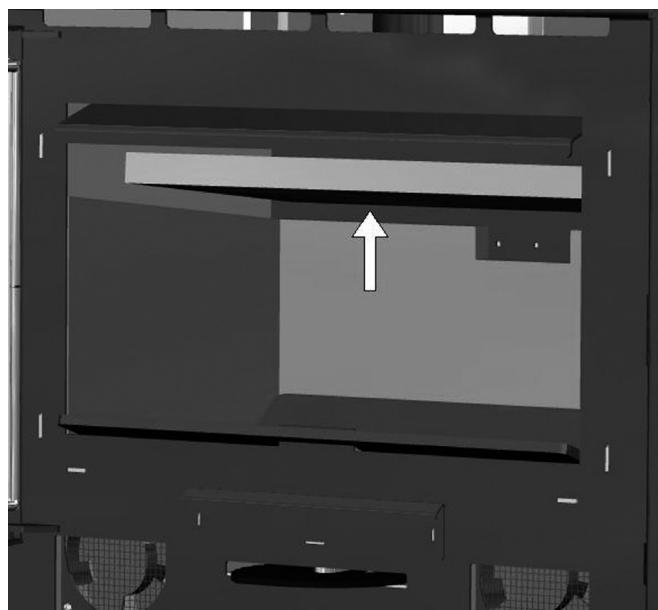

FIG. 6
- Deslizar o defletor para cima, levante mais um lateral do que o outro até poder baixá-lo entre as duas placas e tirá-lo da lareira. Preste atenção à vermiculite, já que é frágil (Fig. 6 - 7 - 8).